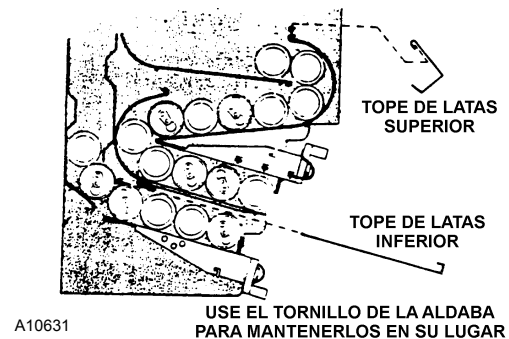

Figura 11. Tope Superior de las Latas
3. Inserte el Tope Superior de Latas (N° de Parte 1211018) enganchándolo en la varilla y por debajo de la lata. Ver **Figura 11**.